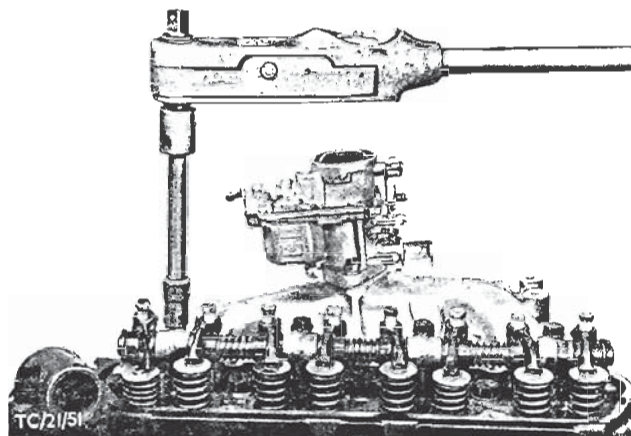

Fig. 70 - Spænd vippearmsakslens bolte som specificeret i Tekniske Data.
10. Smør begge ender af stødstængerne og anbring dem i ventilløfterne. Monter vippearmsakslen, idet vippearmsjusterskruerne styres ind i stødstangsenderne. Monter vippearmsakslens bolte og spænd dem som specificeret i Tekniske Data, Fig. 70.